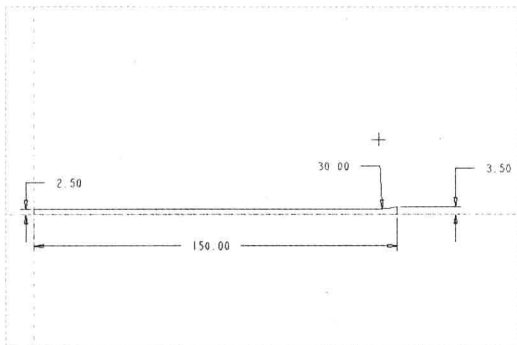

图 15-33 绘制截面 3
Step 11 采用与上同样的方法，新建一个零件文件；在“功能区”选项板的“模型”选项卡中，单击“形状”面板中的“旋转”按钮，弹出“旋转”选项卡，在绘图区选择 FRONT 基准平面作为草绘平面，进入草绘环境；单击“草绘”选项卡中的相应按钮，绘制截面，如图 15-33 所示，单击“关闭”面板中的“确定”按钮，完成截面绘制并退出草绘环境。